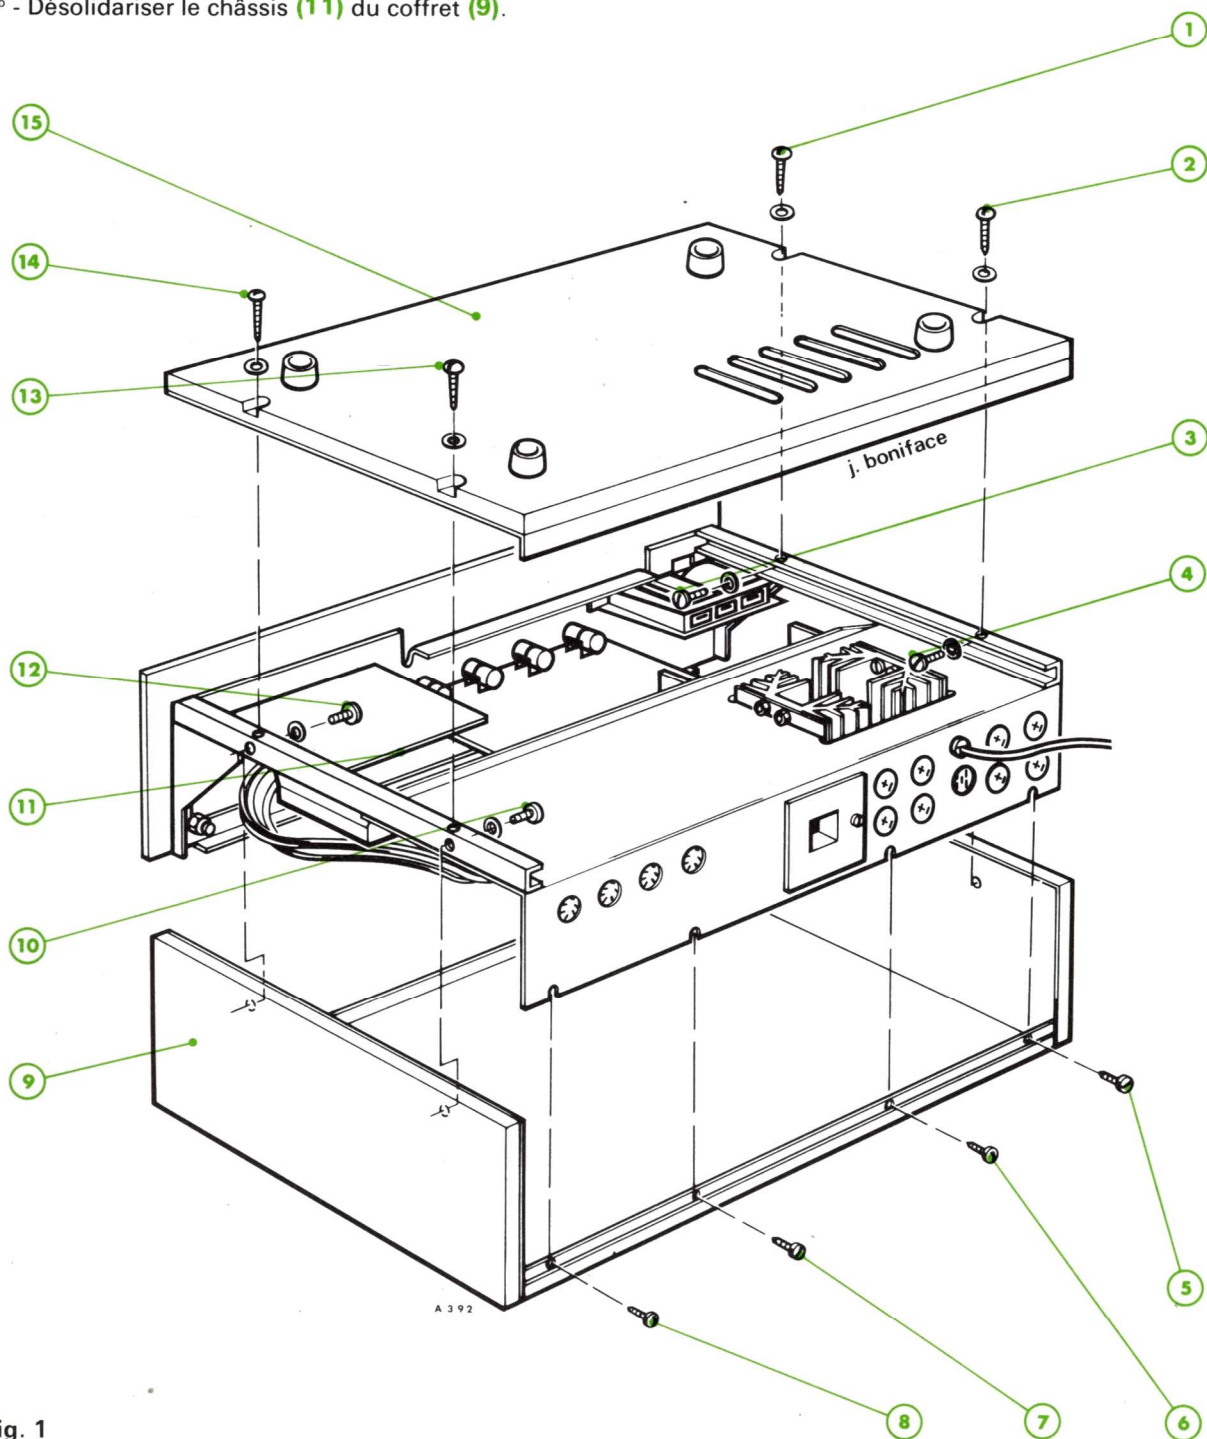

Fig. 1
A – ACCES A LA PLATINE « PREAMPLIFICATION-COMMUTATION » COTE SOUDURES ET A LA PLATINE « AMPLIFICATION ET CORRECTION » COTE ELEMENTS (Fig. 1)
- 1° - Tourner l'appareil comme indiqué à la figure 1.
- 2° - Enlever les vis et les rondelles (1), (2), (13) et (14).
- 3° - Retirer le fond (15) de l'appareil ; les circuits imprimés sont alors accessibles.
B – ACCES AUX PLATINES « AMPLIFICATION DE PUISSANCE » ET A LA PLATINE ALIMENTATION (Fig. 1)